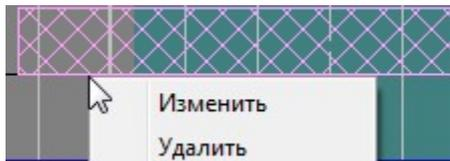

Рис.193. Всплывающее меню операций с окнами.
4. Для изменения служебной информации об «окне» подвести указатель «мыши» к «окну», дождаться изменения цвета «окна» и появления всплывающего окна с информацией об «окне» и нажать правую клавишу «мыши». Появится всплывающее меню операций с «окнами». Выбрать пункт меню «Изменить» (см. рис. 193).